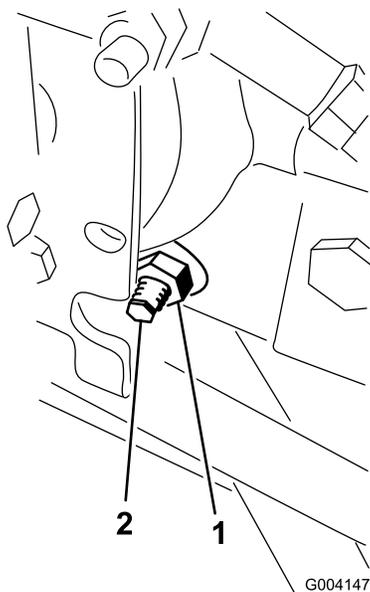

Figura 69
3. No lado direito do hidrostato, solte a porca de bloqueio no excêntrico de ajuste da tracção (Figura 69).